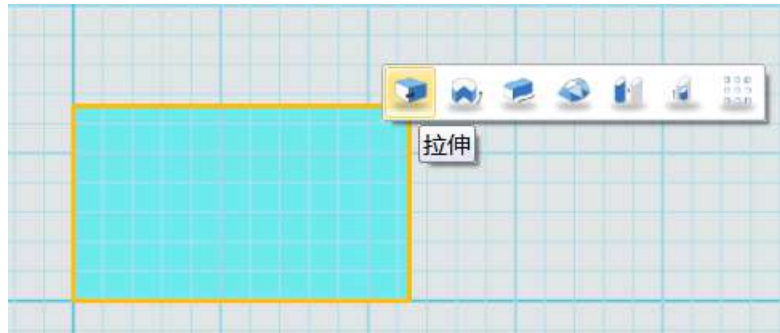
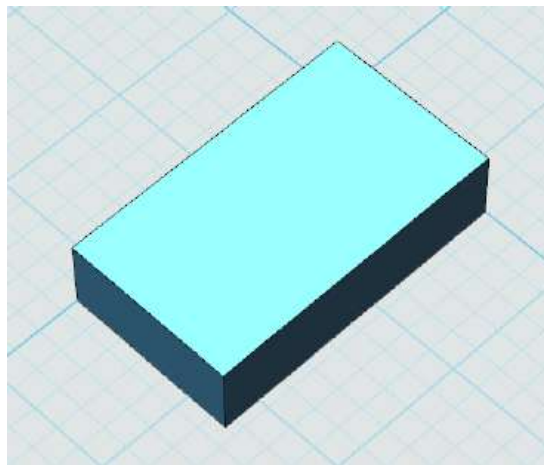

图 1-3
图 1-4
2.点击画完的草图轮廓线，点击草图选择拉伸命令，高度为 14。操作如图 1-3 所示。完成后如图 1-4 所示。